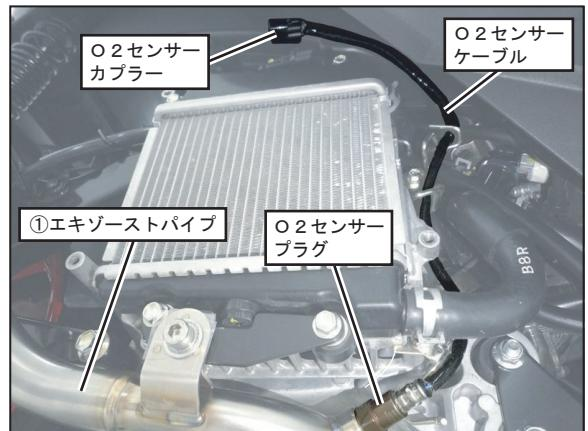

FIG. 16
11. O2センサーのケーブルをFIG. 16を参照して、ケーブルに負荷のかからない様に配線し、カプラーを車両のステーに戻した後、接続して下さい。
(FIG. 16参照)